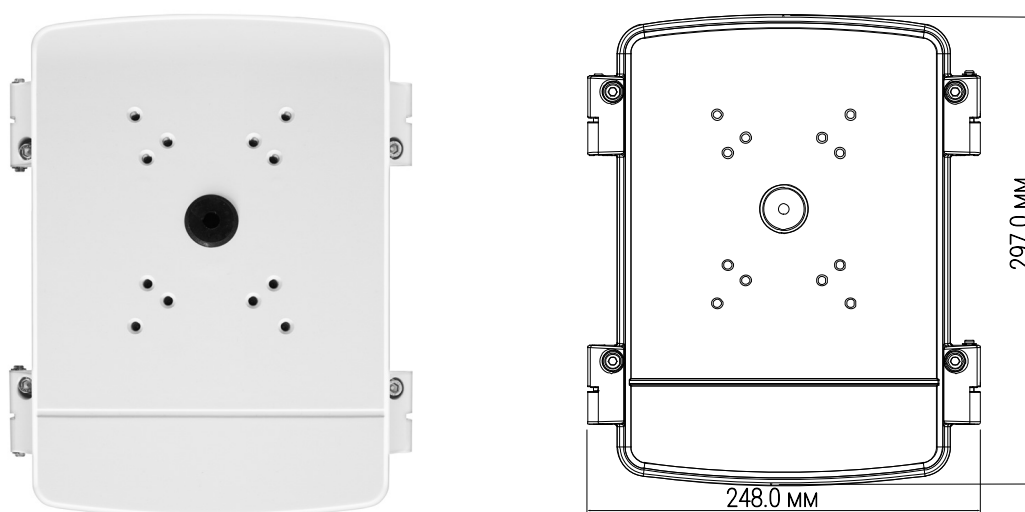

Рисунок 4.2 – Габаритные размеры. Монтажная коробка BR-203
1. Выберите место крепления монтажной коробки с учётом габаритных размеров изделия (Рисунок 4.2), монтажного основания изделия (Рисунок 4.2) и удобства работы с монтажным инструментом. Убедитесь, что монтажная поверхность способна выдерживать трехкратный вес камеры и монтажной коробки.